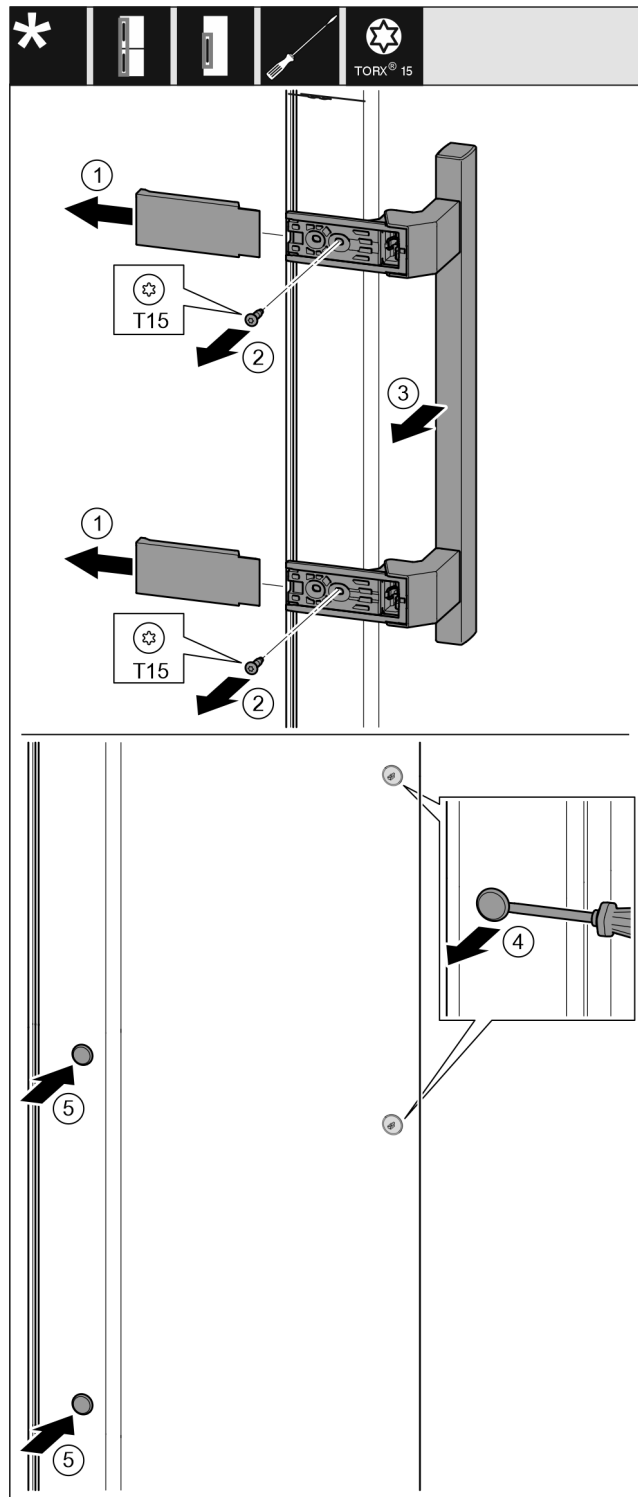

Fig. 19
- ▶ Dra bort skydd. Fig. 19 (1)
- ▶ Skruva ur skruvar med skruvmejsel Torx 15. Fig. 19 (2)
- ▶ Ta av handtag. Fig. 19 (3)
- ▶ Använd den spårskruvmejsel och lyft försiktigt pluggen på sidan och dra ut den. Fig. 19 (4)
- ▶ Sätt in pluggen på andra sidan igen. Fig. 19 (5)